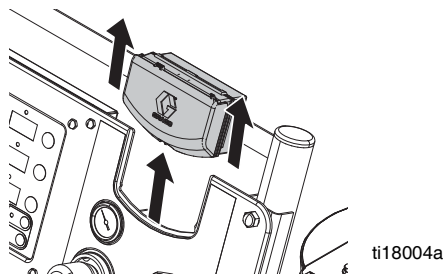

FIG. 19. Rimuovere DataTrak
3. Rimuovere il modulo DataTrak dalla staffa. Vedere FIG. 19. Trasferire il modulo e il cavo collegato in un'area non pericolosa.